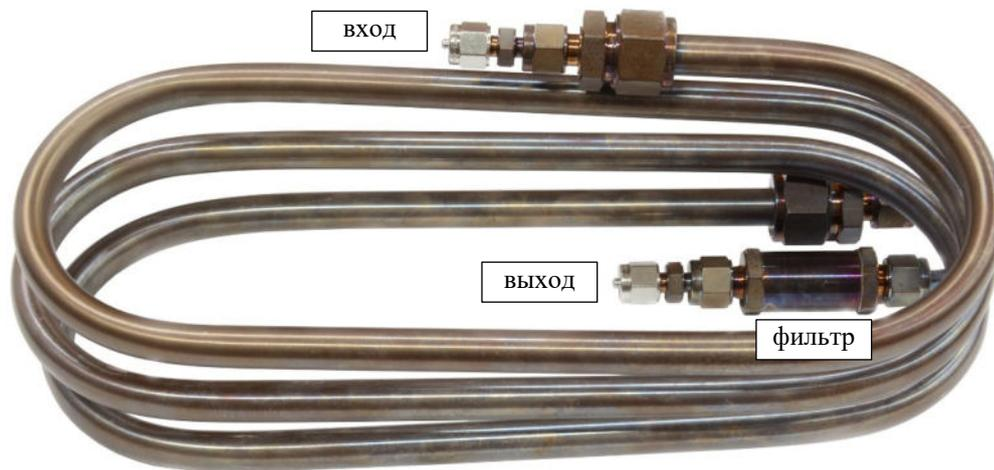

Рисунок 36 – Подключение осушителя.
1.5. Модуль глубокой осушки (осушитель, вторая ступень, Рисунок 36) представляет собой адсорбционный осушитель, позволяющий осушать сжатый воздух, подготовленный первой ступенью до -80 °С и ниже.
- используя гаечный ключ на 12, подключите трубки с маркировкой «ВХОД ОСУШИТЕЛЯ» и «ВЫХОД ОСУШИТЕЛЯ» к соответствующим штуцерам на задней стороне генератора (фильтрующий элемент должен располагаться со стороны выхода осушителя – см. Рисунок 36);
- не дожидаясь стравливания давления из осушителя, сразу подключите трубки к штуцерам осушителя, как показано на рисунке ниже ( Рисунок 36, вход осушителя отмечен точечной маркировкой «Вх» или стрелками, на конце выходной трубки имеется фильтрующий элемент).